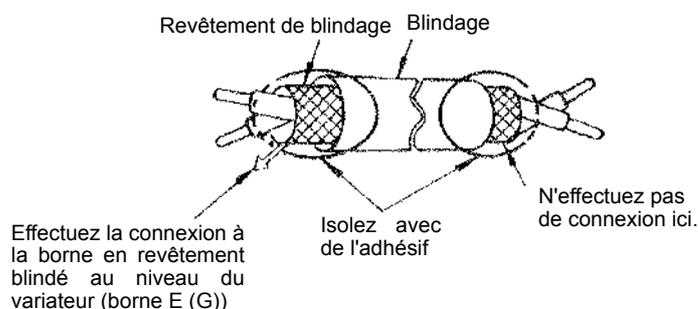

Fig. 2.33 Traitement des extrémités des câbles en paires torsadées
- Utilisez des câbles en paire torsadée ou blindé en paire torsadée pour les circuits de contrôle afin d'éviter toute erreur de fonctionnement. Pour les extrémités des câbles, procédez comme illustré à la *Fig. 2.33*.
- Connectez le câble blindé à la borne E (G).